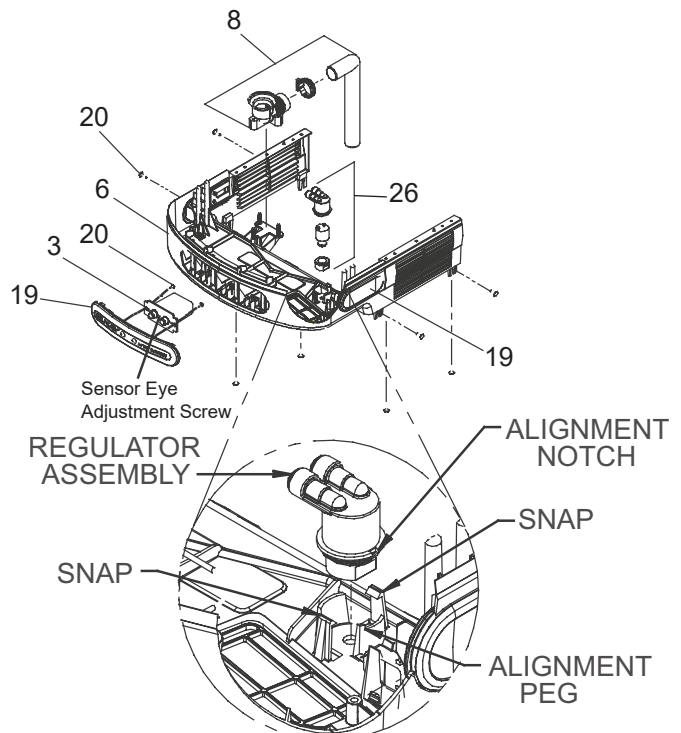

FIG. 4
- Using a small tip screwdriver, locate range adjustment screw through the small hole between the sensor lenses. Turn this screw clockwise to increase range and counterclockwise to decrease range (See Fig. 4).
- Usando un desatornillador con punta pequeña, gire el tornillo de un lado a otro pequeña agujero entre la ver ventana. de ajuste de límites en el sentido de las manecillas del reloj para aumentar el límite y en sentido contrario de las manecillas del reloj para reducir el límite (Vea Fig. 4).
- A l'aide d'un petit tournevis à pointe, effectuez une rotation de la vis de réglage à travers la petite trou entre voir fenêtre dans le sens des aiguilles d'une montre afin d'augmenter la portée, et dans le sens inverse pour la diminuer. (Voir Fig. 4).